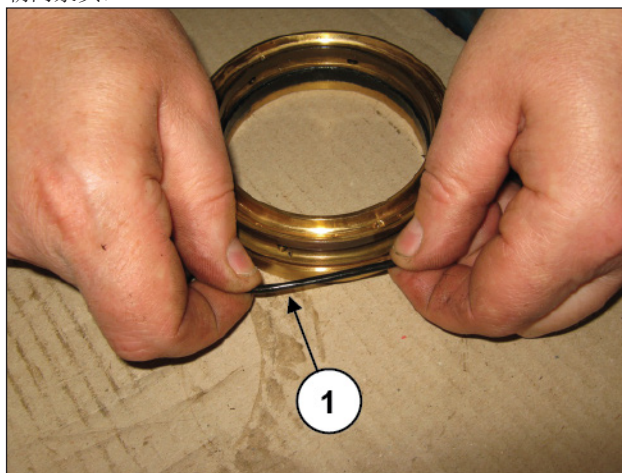
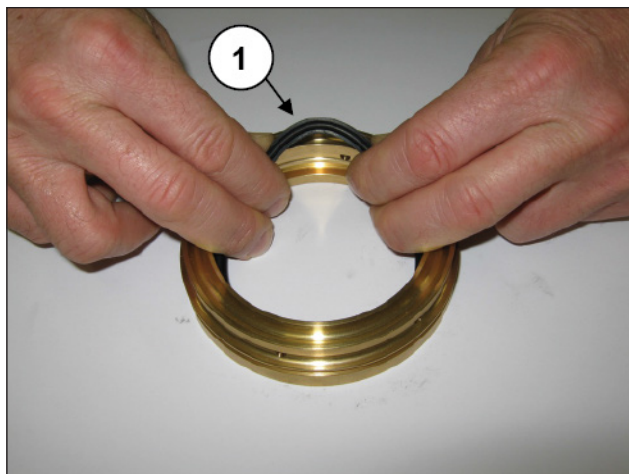

图 220
图 221
插入O形圈（位置①，图 220）将低压密封圈插入密封圈底座（位置①，图 221），注意安装方向，密封唇应朝向前（朝向泵头）。